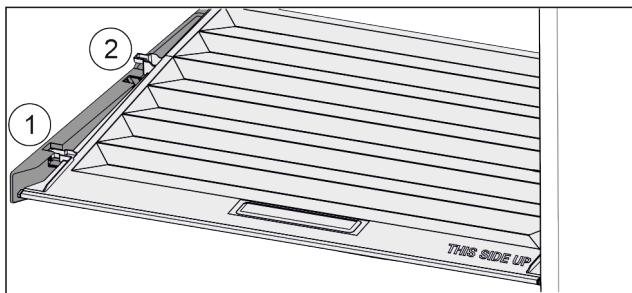

Fig. 48
- ▶ Потянуть крышку до отверстия в поддерживающих деталях вперед Fig. 48 (1).
- ▶ Поднять сзади снизу и извлечь Fig. 48 (2) движением вверх.